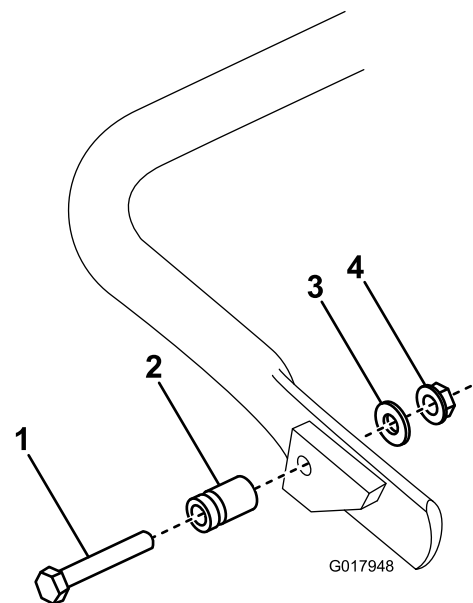

Bild 7
1. **Nur Modell 04056:** Befestigen Sie den Federbolzen mit der mitgelieferten Schraube, Scheibe und Bundkopfmutter an der rechten Seite des Ständers (Bild 7).